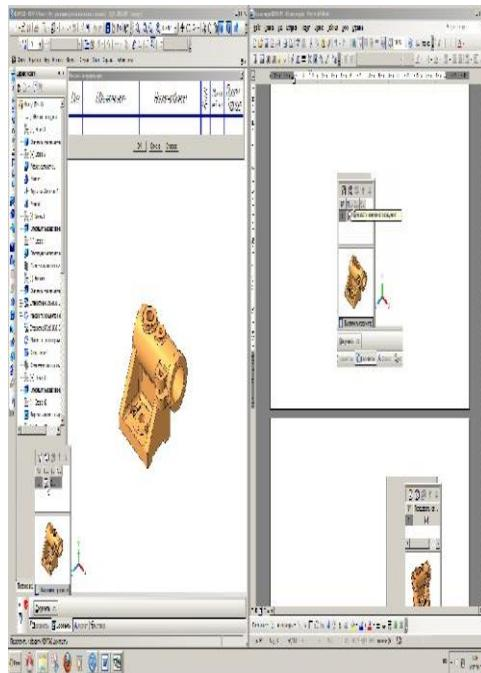

Рис. 39
- в окне выбора файла укажите файл **ЦУС.000.001** - **Корпус.m3d**, подтвердите использование данных документа, включите галочку **Передавать изменения в документ** (рис. 39) и нажмите кнопку **Создать объект** – система создаст объект спецификации с ранее введенными обозначением и наименованием.